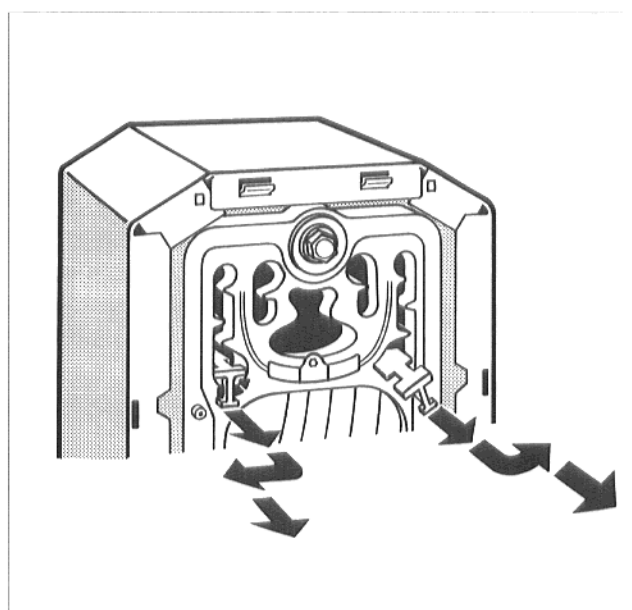

fig. 32
- Ledeplatene trekkes litt fremover, sikringsbøylen dreies utover. Ledeplatene tas ut i forkant (fig. 32).